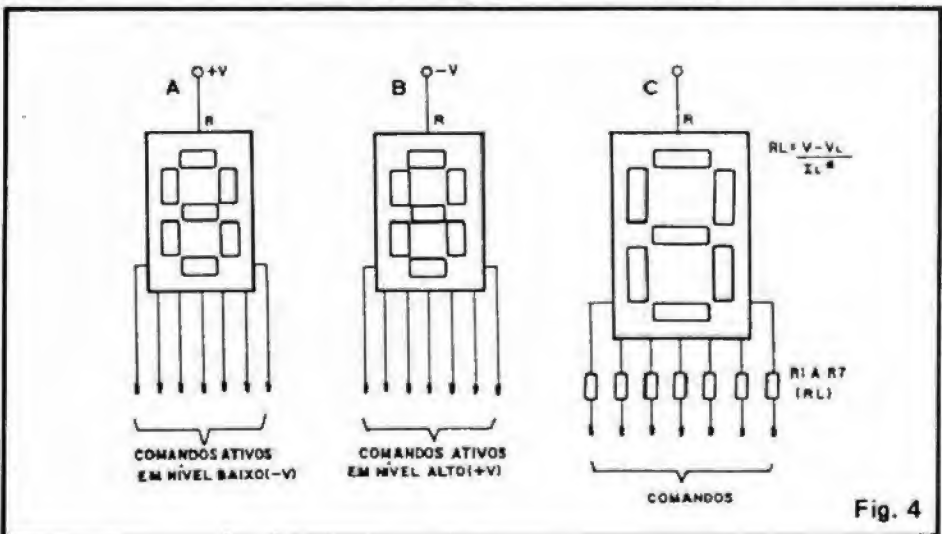

Fig. 4
- **FIG. 4** - Dá as "dicas" de como "acender" o **display**. Em 4-A temos um **display** construído no tipo **anodo comum**. Nesse caso o terminal "R" vai ao **positivo** da alimentação e
NÃO PODEMOS ESQUECER, contudo, que LEDs têm parâmetros e limites a serem respeitados (ver a "AVENTURA DOS COMPONENTES..." à pág. 16 de A.P.E. nº 2) e assim (conforme mostra a fig. 4-C) sempre que a tensão de alimentação for **superior a 2V, obrigatoriamente** o terminal de cada segmento deve ser protegido através de um resistor, cujo